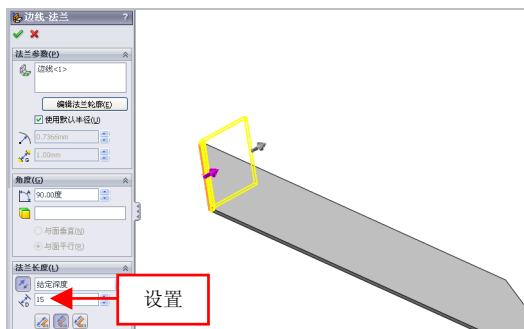

图 13-7 设置参数值
(2) 在【边线-法兰】属性管理器的【法兰长度】选项区中，设置【长度】为 15，如图 13-7 所示。